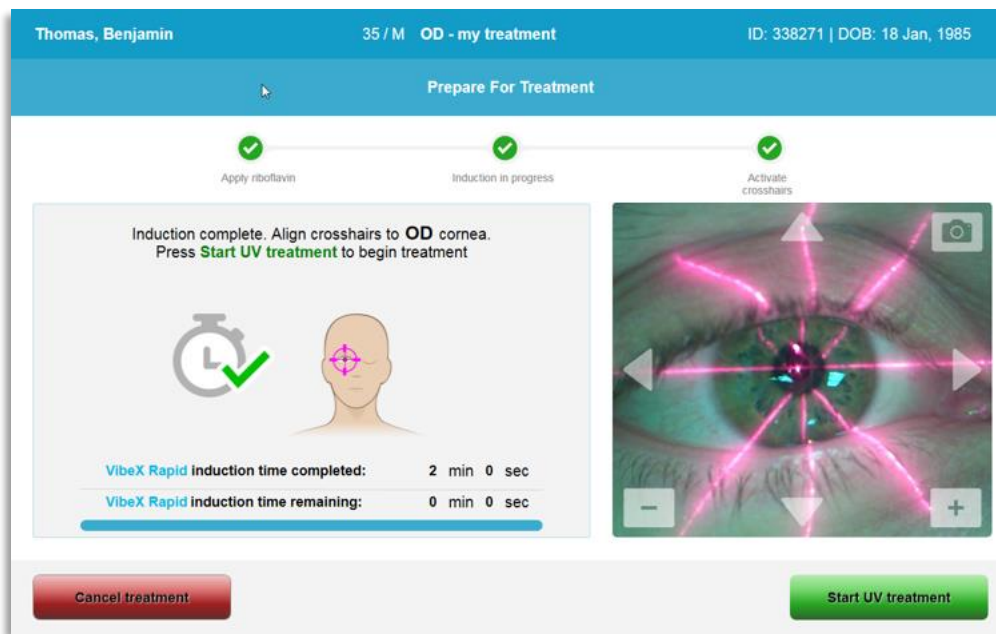

Figure 3-25. Démarrer le traitement UV
- Lorsque l'application de riboflavine, l'induction, et l'alignement des mires sont terminés, lancer le traitement en appuyant sur le bouton « Start UV treatment » (Démarrer le traitement UV), comme illustré à la figure 3-25.